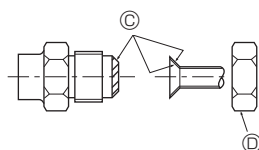

Fig. 4-1
- Doe een dun laagje koelmachineolie op de leiding en het aansluitingsoppervlak voordat u de "flare"-moer vastdraait. Ⓐ (Fig. 4-1)
- Draai met gebruik van twee pijptangen de aansluitende leidingen vast. Ⓑ (Fig. 4-1)
- Breng koelolie aan op de aansluitingsoppervlakken. Ⓒ (Fig. 4-1)
- Gebruik de flensmoeren voor de volgende pijpfafmetingen. Ⓓ (Fig. 4-1)
Ⓐ (Fig. 4-1)
Ⓑ (Fig. 4-1)